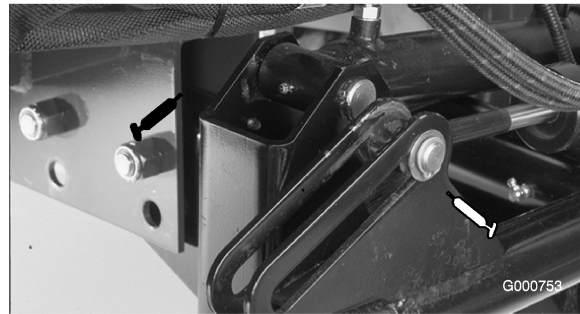

Bild 31
- Vordere Hubzylinder (3) (Bild 31 und Bild 32)